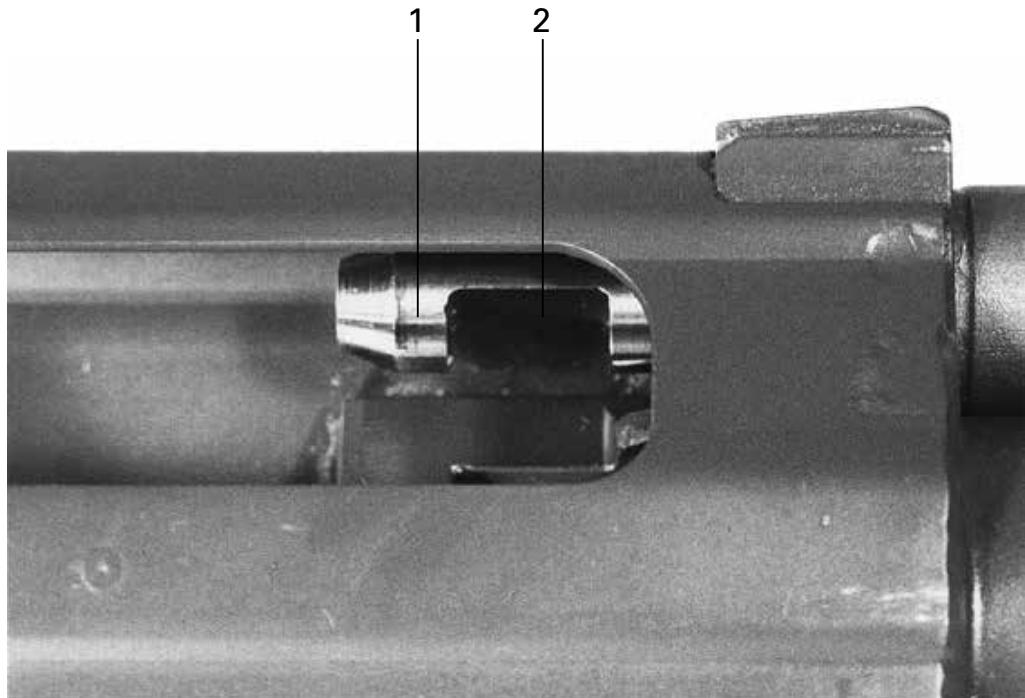

Abbildung 22: Gasstange einbauen: richtige Lage der Arretiernute
1. Die Längsbohrung am Kopf der Gasstange gegen den Lauf gerichtet ist, somit wird die Arretiernute die richtige Lage aufweisen (Bild 22);